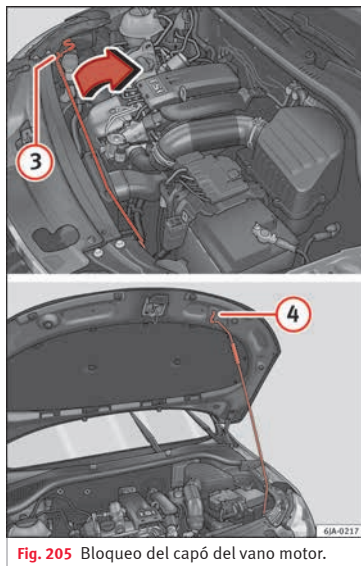

Fig. 205 Bloqueo del capó del vano motor.
- Saque la varilla de apoyo ③ » » fig. 205 de su fijación en la dirección de la flecha y bloquee el capó levantado de tal modo que enganche la extremidad de la varilla en la abertura que se encuentra en el capó ④.